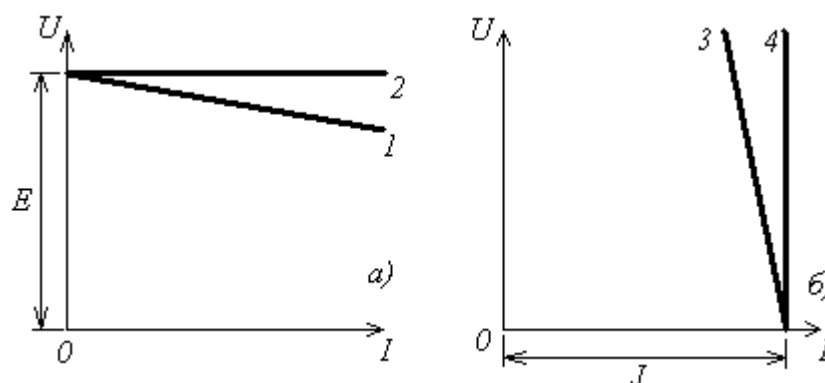

Рисунок 1 – Внешние характеристики источников: а) – источник напряжения (1 – реальный, 2 – идеальный); б) – источник тока (3 – реальный, 4 – идеальный).
– зависимость  $J=f(U)$  – для источника тока (рис. 1).